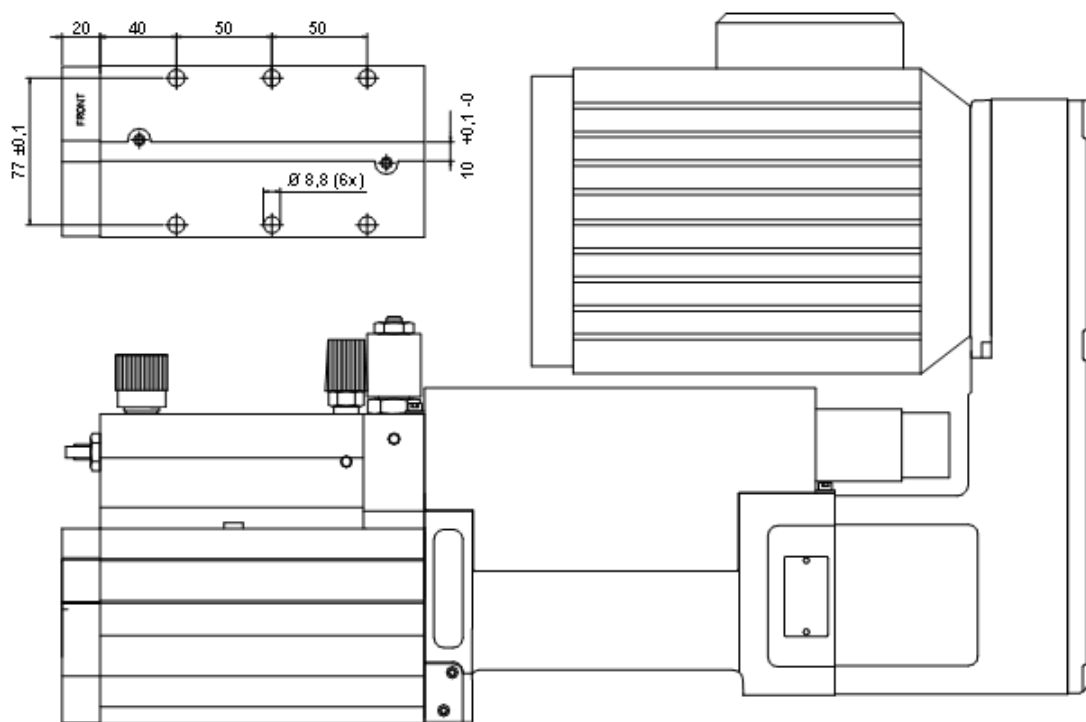

Fig. 1.
2. Enheten skall alltid monteras på en plan yta (bearbetad) och skruvas fast med 6 st M8 skruvar i stabilt stativ. På enhetens undersida = uppspänningsyta finns ett 10 mm brett spår för uppriktning av enheten. Se Fig. 1. Undvik i möjligaste mån att det buller och de vibrationer enheten skapar förstärks p.g.a. en närliggande konstruktion vilken kan fungera som en resonanslåda.